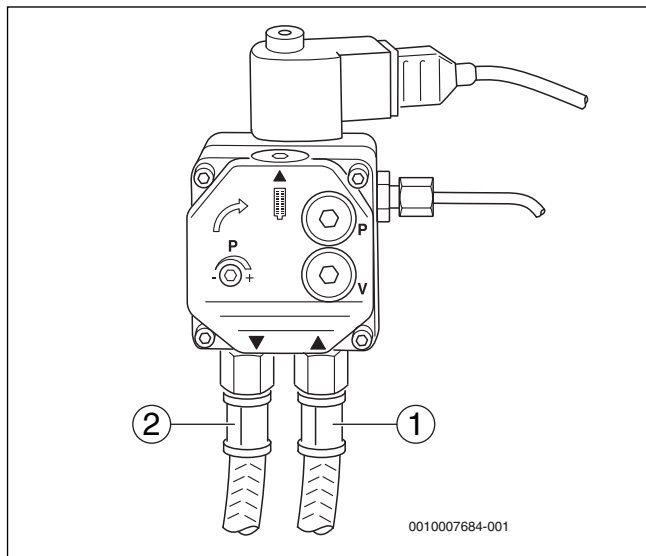

Fig. 17 Pompe à fioul – Danfoss
- Veiller à ne pas intervertir les conduites d'aspiration de fioul et de retour lors du raccordement du dispositif d'alimentation en fioul (→ fig. 17 et 18).